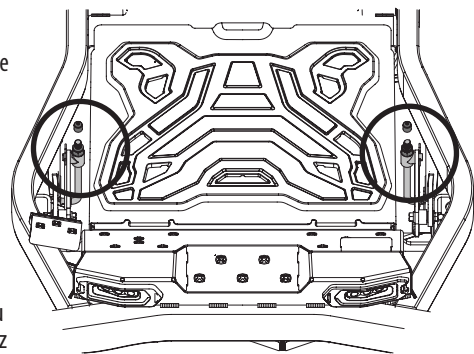

Figure 44
- a. Retirez le capuchon des tiges de relevage avant du plateau et gardez-les pour utilisation ultérieure. Voir Figure 44.
- b. Tournez les écrous avant vers la droite pour relever le plateau de coupe ou vers la gauche pour l'abaisser. Voir Figure 44.